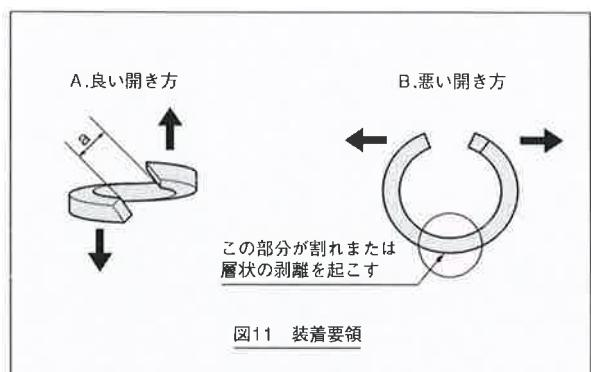

図11 装着要領
- (12) リング成形パッキンを装着する場合に、図11のAのように軸方向にねじるようにして開いてください。Bのように開くと、パッキンが、破損する場合があります。
- (13) 図11のAの開口部(a)は、シャフト径より大きく開かないでください。開き過ぎると、パッキンが、破損する場合があります。